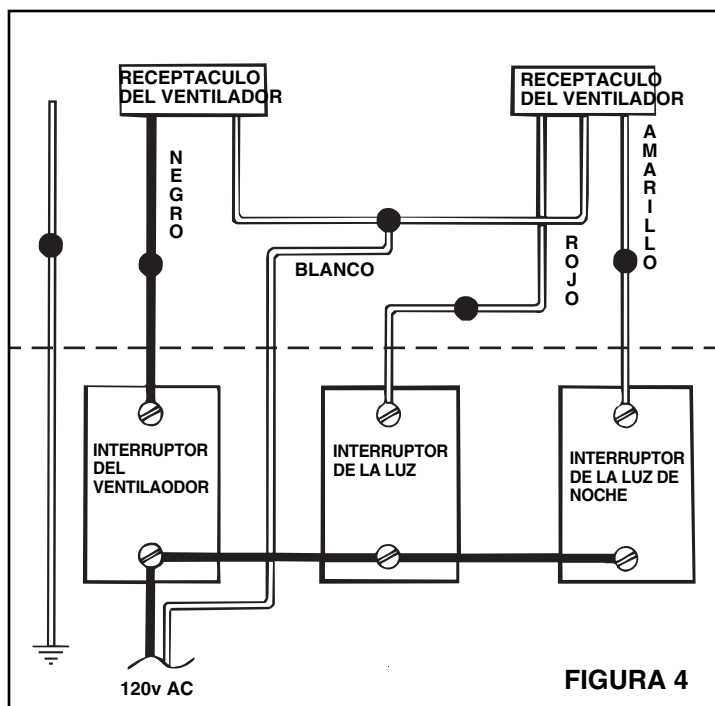

FIGURA 4
1. Pase el cableado de la casa de 120v CA desde un interruptor de pared a la ubicación del ventilador, neutro (blanco), puesto a tierra (cobre desnudo) y tres conductores conmutados con corriente. Vea la Figura 4.
4. **Refiérase a la Figura 4.** Conecte los cables blancos de los receptáculos del ventilador y de la luz cable blanco (neutro) de la alimentación. Conecte el cable negro al cable del interruptor del ventilador. Conecte el cable rojo al cable del interruptor de la luz. Conecte el cable amarillo al cable del interruptor de la luz de noche.
Planee el conducto y el cableado antes de continuar con la instalación. Refiérase a la **Figura 4** para el cableado y a la **Figura 3** para el conducto. **PRECUACION: Compruebe el área sobre la instalación planeada para asegurarse de que:**